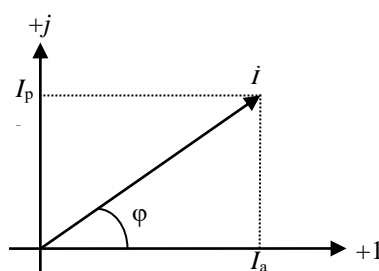

Рис.1
Отметим, что каждому комплексному числу можно поставить в соответствие вектор на комплексной плоскости. Рис. 1 иллюстрирует связь параметров комплекса (3) с координатами вектора. Знаками ± 1 отмечена ось действительных значений комплекса, $\pm j$ – мнимых значений. Положительный отсчет угла ведется против часовой стрелки.